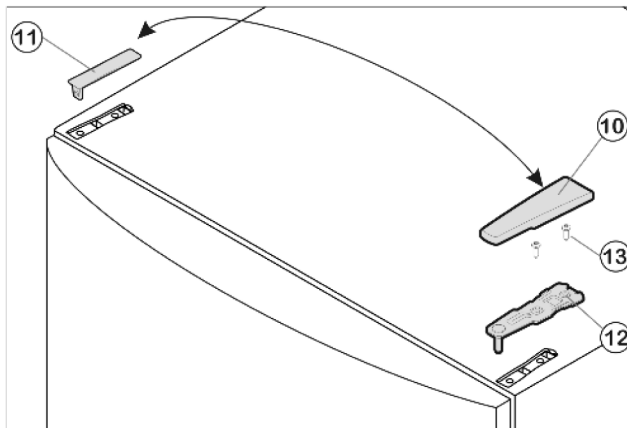

Fig. 4
- Kryt Fig. 4 (10) stáhněte dopředu a kryt Fig. 4 (11) sejměte.
- Horní stojan ložiska Fig. 4 (12) odšroubujte (2 krát Torx 25) Fig. 4 (13) a stáhněte nahoru.
- ▶ Horní stojan ložiska Fig. 4 (12) vložte na nové straně závěsu do dveří.
- ▶ Stojan ložiska Fig. 4 (12) přišroubujte (2x Torx 25) Fig. 4 (13). Díry pro šrouby případně předem propichnete nebo použijte akumulátorový šroubovák.
- ▶ Kryt Fig. 4 (10) a kryt Fig. 4 (11) zatlačte vždy na opačné straně.